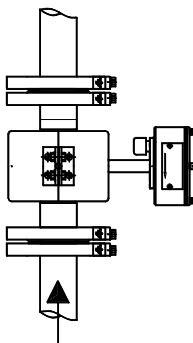

Рисунок 3
4.2.3 При возможном выпадении осадка в жидкости, ППР теплосчётчика должен устанавливаться вертикально, при этом направление потока должно быть снизу вверх (см. рисунок 3).